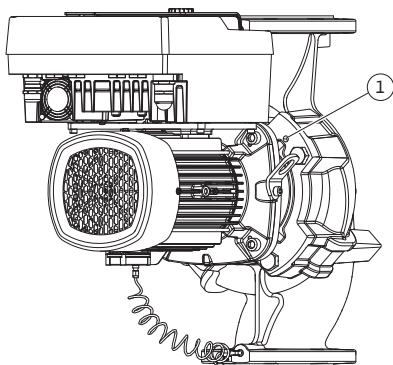

Fig. 11: Ievietojamā moduļa nospiešana, izmantojot vītnes urbumus (DN 100 ... DN 125)
5. Atbrīvojiet ievietojamo moduli (skat. Fig. 4) no sūkņa korpusa. Atkarībā no sūkņa tipa (skat. Fig. I...III) ir pieejamas dažādas procedūras. Sūkņa tipam, Fig. I, (DN 32 ... DN 80) atskrūvējiet skrūves, 29. poz. Nospiediet ievietojamo moduli no sūkņa korpusa. Sūkņa tipa Fig. II un Fig. III (DN 100 ... DN 125) gadījumā šim nolūkam izmantojiet abus vītnes urbumus (Fig. 11, 1. poz.). Izmantojiet piemērotas skrūves, ko nodrošina pasūtītājs (piemēram, M10 x 25 mm).
5. Nospiediet ievietojamo moduli (skat. Fig. 4) no sūkņa korpusa. Šim nolūkam izmantojiet abus vītnes urbumus (skat. Fig. 11). Lai atspriegotu fiksējumu, vītņu urbumos ieskrūvējiet piemērota garuma M10 skrūves.